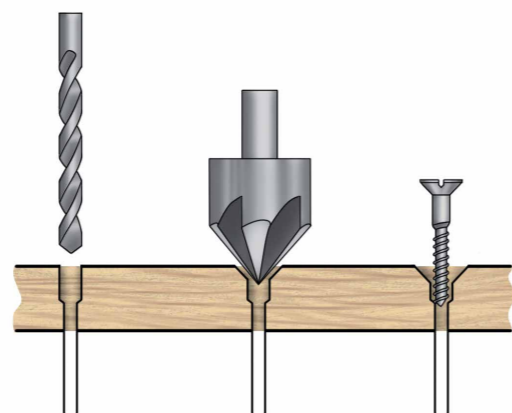

Figuur 6
- ◆ Verbind panelen nooit in verstek. Een correcte hoekoplossing met de juiste tussenruimte zie je in figuur 6.